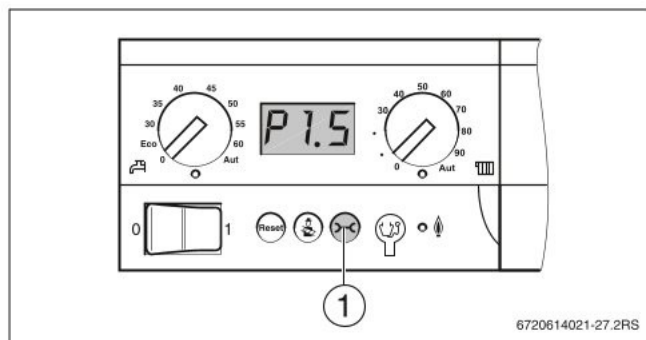

Bild 12 Betriebsdruck anzeigen
- Heizungsanlage bis zu einem Druck von ca. 1,5 bar befüllen (Display am BC10 beobachten → Bild 12.).